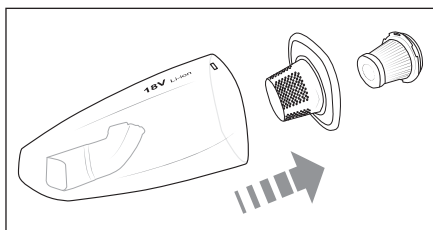

Fig. 6
- 4) Tag så grovfilteret **7** ud af støvbeholderen **8** (fig. 6). Bank begge filtre **6**/**7** over en affaldsspand eller lignende. Ved behov kan du skylle filteret **6**/**7** med rent vand. Lad derefter filteret **6**/**7** lufttørre helt, før du sætter det ind igen.